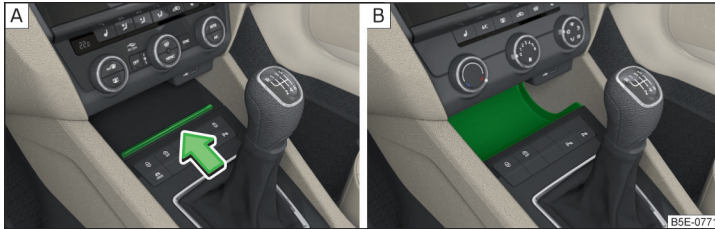

Abb. 99 Ablagefach öffnen / Nicht abschließbares Ablagefach
- Zum **Öffnen** auf die Leiste in Pfeilrichtung drücken » Abb. 99 - .
» Abb. 99 - .